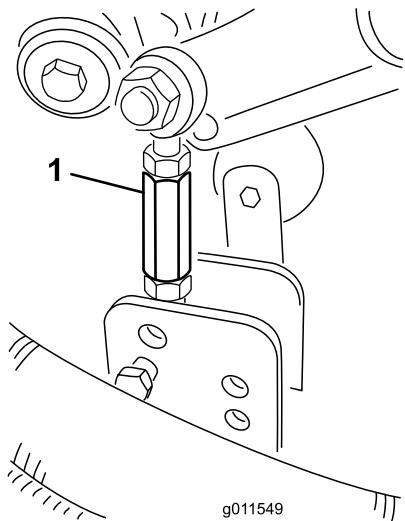

Figure 24
9. Enlevez les goupilles fendues et les axes de chape qui fixent les bielles d'amortisseurs aux supports du plateau de coupe (Figure 24).